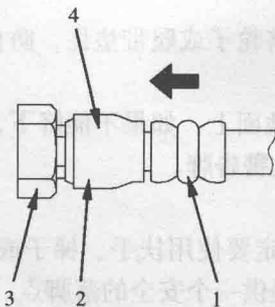
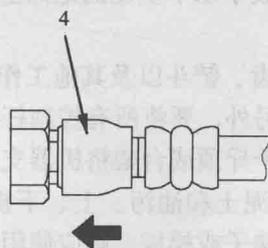

图 1-1 示意图 (1)
图 1-2 示意图 (2)
(1) 释放掉液压油箱内的残留压力。
(2) 如图 1-1 所示，握住接头 1 并将软管接头 2 推入匹配接头 3 中。接头可以推入大约 3.5mm。不要握住橡胶套 4。
(3) 如图 1-1 和图 1-2 所示，在将软管接头 2 推入匹配接头 3 中以后，用橡胶套 4 紧压住接头 3，直到它发出咔嚓声为止。